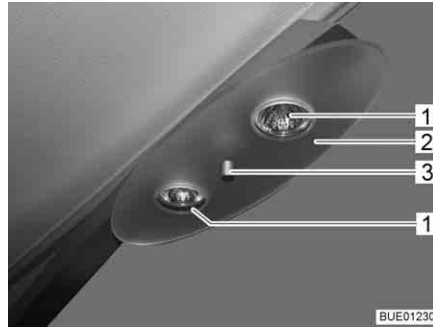

Fig. 240 Lampada alogena da soffitto
- Svitare il dado di arresto (Fig. 240,3) e rimuovere il piano di appoggio (Fig. 240,2).
- Rimuovere la lampada alogena ad incandescenza (Fig. 240,1).